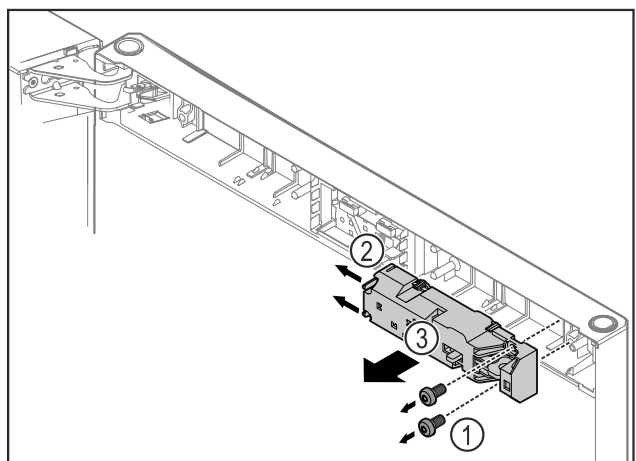

Fig. 12
- ▶ Wyciągnąć śruby Fig. 12 (1).
- ▶ Nacisnąć zaczepy Fig. 12 (2) do boku i zdjąć zdalną blokadę Fig. 12 (3).